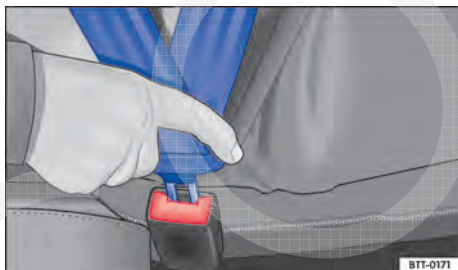

Fig. 67 Introduzir a lingueta do cinto de segurança no fecho do cinto de segurança.
- Introduzir a lingueta do fecho firmemente no fecho do cinto de segurança pertencente ao assento ⇒ Fig. 67.